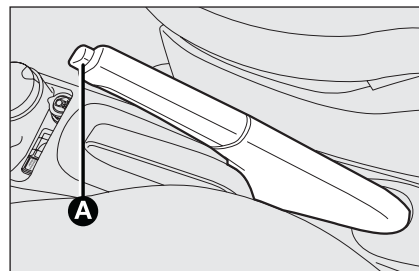

fig. 1
- ☐ levantar levemente la palanca y presionar el pulsador de desbloqueo **A**-fig. 1;